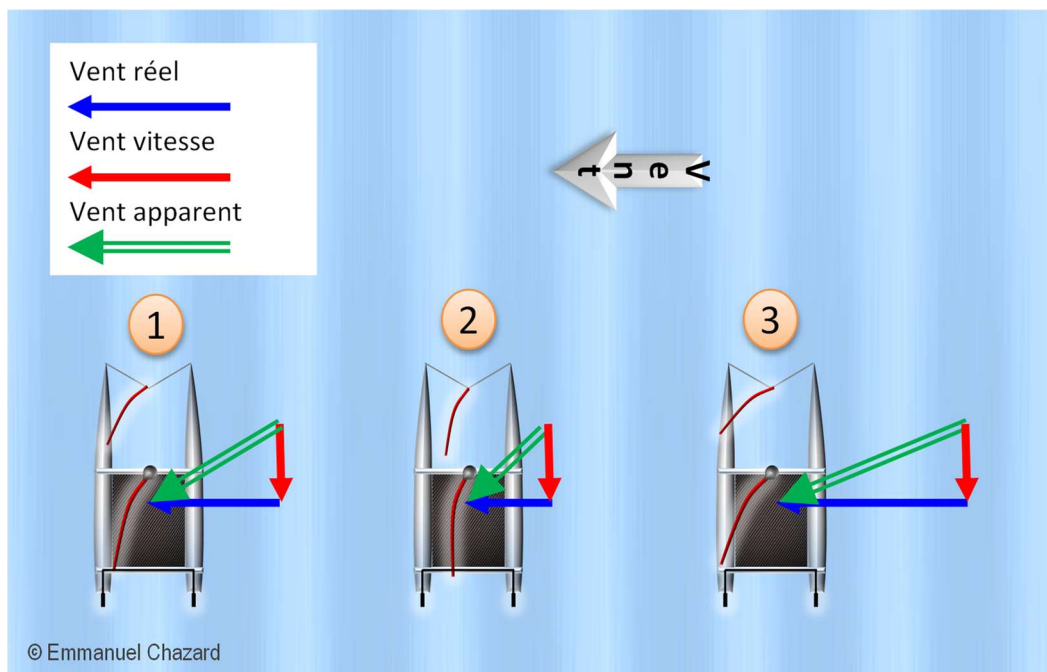

Figure 53. Effet des changements de force du vent réel
La Figure 53 illustre les effets d'un changement de force du vent réel, sur le vent apparent.
Le catamaran représenté à gauche sur la Figure 53 fait route au travers (vent réel), mais ressent un vent apparent de petit largue, il est donc réglé au petit largue (1).